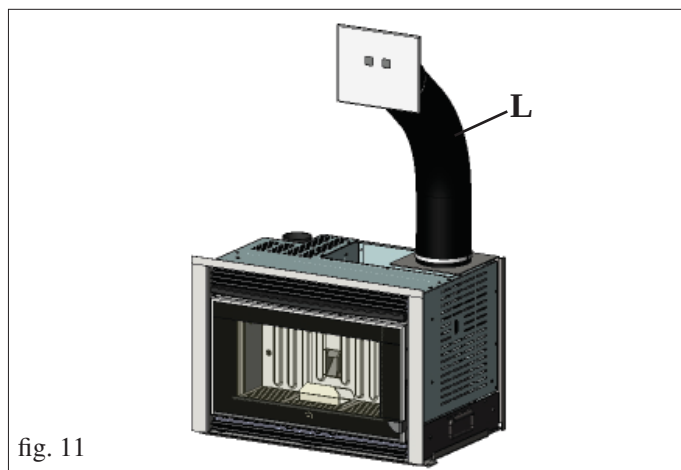

fig. 11
- Para la instalación de la boca de carga (L - fig. 11), ver las páginas siguientes.